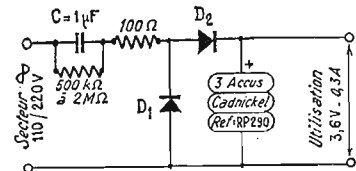
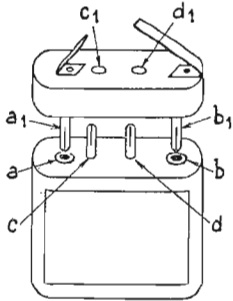

Fig. 1
Fig. 3
Le schéma de la figure 1 donne la constitution interne de l'appareil.
Ce bloc est, en réalité, formé de deux parties — le corps proprement dit (A) qui contient le chargeur de la batterie d'accumulateurs et une sorte de bouchon adaptateur (B) qui supporte les lamelles de contact. Si nous retirons ce bouchon adaptateur comme à la fig. 3, nous constatons que le corps est muni de deux fiches femelles — a et b — qui correspondent aux bornes de sortie du schéma de la fig. 1. Le bouchon adaptateur est muni de broches mâles a' et b' qui, lorsqu'on adapte le bouchon sur le corps, relient l'accumulateur aux lamelles de contact. Le corps comporte aussi 2 broches mâles (c et d) qui correspondent aux bornes « secteur ». Il suffit d'enfoncer ces bro-